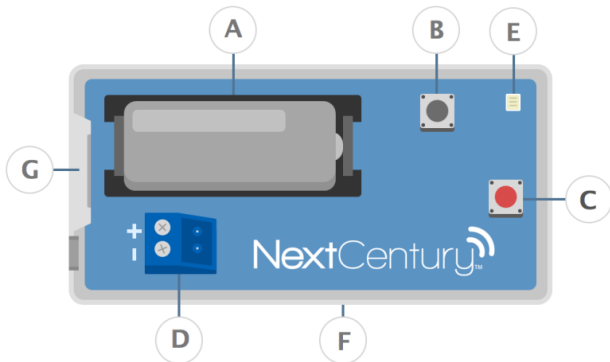

Figure 1 TR-201 Hardware
1. Ouvrez les plastiques du Transceiver en appuyant sur la languette de libération en plastique (Figure 1-G) tout en soulevant le couvercle.
2. Retirer le connecteur Degson (Figure 1 - D) de la carte de l' transceiver en tirant sur elle.
1. Les compteur M201C et M201CH de NextCentury ont une plaque de montage qui peuvent y être rattachées. Faites simplement glisser transceiver sur la plaque de montage. Lorsque vous utilisez cette méthode, la plaque de montage du transceiver (figure 1-F) peut être écarté.
2. Retirez le couvercle de protection à double face 3M et placer la plaque de montage de l'émetteur-récepteur (Figure 1 - F) sur un mur propre.
3. Utilisez les vis de fixation et d'ancrage pour fixer la plaque de montage du Transceiver (Figure 1 - F) sur la paroi.
Chaque transceiver provient de NextCentury en mode voyage. En ce mode, toutes les radios de l'appareil sont mises hors tension. Pour sortir de ce mode, appuyez simplement sur le bouton de connexion de test (Figure 1-C).
L'état du Signal LED (Figure 1 - E) fournit un moyen de vérifier facilement l'état de chaque appareil. Le tableau suivant (Figure 4) ci-dessous montre ce que les différents modèles de LED indiquent.
- On appuie sur ce bouton pour voir si la transmission du Transceiver est reçue par sa passerelle GW- 201. Si le signal est reçu, la LED RF (figure 1 - E) clignote vert deux fois.
- Ouvrez les plastiques du Transceiver en appuyant sur la languette en plastique de libération (Figure 1 - G) tout en soulevant le couvercle supérieur.